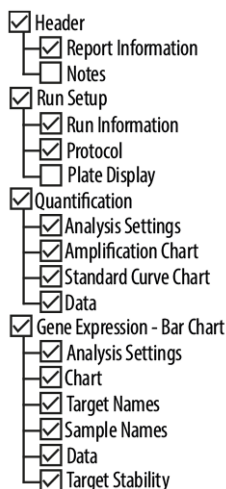

Figure 13: Boîte de dialogue Report (Rapport)
- Assurez-vous que les éléments suivants situés en haut à gauche de la boîte de dialogue Report (Rapport) sont sélectionnés pour la génération du rapport (voir la figure 13) :